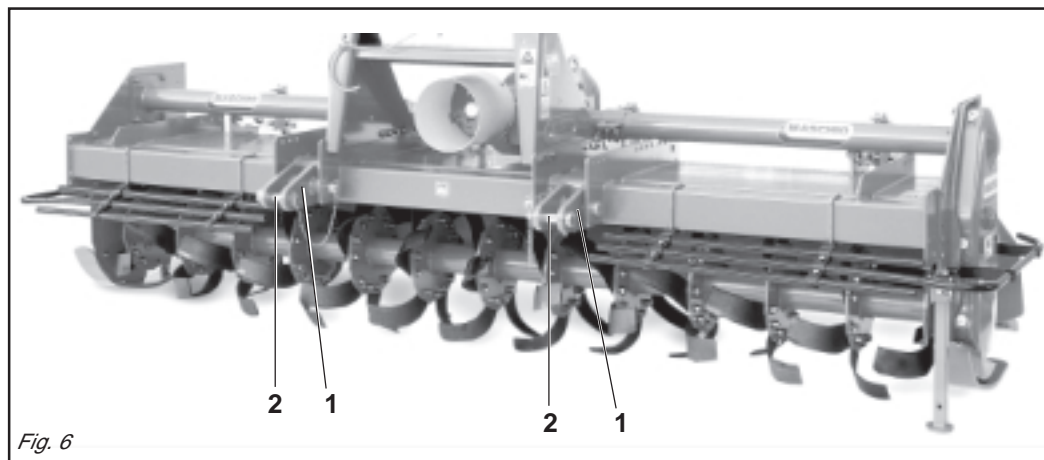

Fig. 6
In base alle dimensioni specifiche di questi 2 tipi di attacchi dei trattori è necessario determinare la posizione più favorevole della macchina spostando opportunamente sul tubo quadro le piastre (1 Fig. 6) e inserendo i perni (2 Fig. 6) nei fori corrispondenti al giusto diametro delle parallele del trattore.
Depending on the precise dimensions of these two types of hitches, find the best position for the machine by moving the plates (1 Fig. 6) along the square tubular and inserting the pin (2 Fig. 6) in the holes corresponding to the correct diameter for the tractor's parallel arms.
Der Anbau der Maschine am Schlepper erfolgt nur dann, wenn die Maschine am Boden steht, und zwar auf ebenem Gelände. Alle Maschinen können an jedem beliebigen Schlepper mit Universal-Dreipunktaufhängung der 2. und 3. Kategorie angebaut werden. Aufgrund der spezifischen Abmessungen dieser beiden Schlepperanschlüsse kann man die günstigste Position der Maschine festlegen, indem man die Platten (1 Abb. 6) auf dem Vierkantrrohr verschiebt und die Bolzen (2 Abb. 6) in die entsprechenden Bohrungen mit dem richtigen Durchmesser auf dem Schleppergestänge einsteckt.
En fonction des dimensions spécifiques de ces deux types d'attelages des tracteurs il faut déterminer la position la plus favorable de la machine en déplaçant, sur le tube carré, les plaques (1 Fig. 6) et introduire les axes (2 Fig. 6) dans les trous correspondant au bon diamètre des parallèles du tracteur.
La conexión de la máquina al tractor debe realizarse con la máquina adherente al suelo y en un terreno llano. Todas las máquinas pueden ser adaptadas a cualquier tractor dotado de enganche universal de tres puntos de 2ª y 3ª categoría. En relación a las dimensiones específicas de estos dos tipos de enganche de los tractores hace falta determinar la posición más favorable de la máquina desplazando oportunamente en el tubo cuadrado las placas (1 Fig. 6) e introduciendo los pernos (2 Fig. 6) en los orificios correspondientes al correcto diámetro de las paralelas del tractor.
Le piastre (1 Fig. 6) vanno montate sempre e solo come mostrato in Fig. 6 con i fori posizionati anteriormente al tubo quadro.
- 1 - Accostare le parallele del sollevatore ponendole all'interno delle piastre (1 Fig. 6), inserire il perno (2 Fig. 6) nel foro predisposto e bloccare con le copiglie a scatto.
The plates (1 Fig. 6) must always and only be mounted as shown in Fig. 6 with the holes towards the front of the square tubular.
- 1- *Near the lift bars, setting them in the most suitable plates (1 Fig. 6). Insert the pin (2 Fig. 6) into the relative hole and lock in place with the snap-in split pins.*
Die Platten (1 Abb. 6) dürfen nur und ausschließlich so montiert werden, wie es in Abb. 6 gezeigt ist, nämlich mit den Bohrungen, die vor dem Vierkantröhr angeordnet sind. Der Hersteller haftet nicht für die Beschädigung der Maschine oder des Schleppers infolge der Nichtbeachtung dieser Angabe.
- 1- Die Lenker des Krafthebers annähern und in die am besten geeigneten Platten schieben (1 Abb. 6). Den Bolzen (2 Abb.6) in das Loch stecken und mit dem einrastenden Splint blockieren.
Les plaques (1 Fig. 6) doivent obligatoirement être montées comme illustré dans la Fig. 6 en utilisant les trous placés à l'avant du tube carré. Le constructeur décline toute responsabilité pour les ruptures sur la machine ou sur le tracteur dérivant de l'inobservation de cette prescription.
- 1- *Approchez les barres du relevage en les plaçant à l'intérieur des plaques les plus appropriées (1 Fig. 6), introduisez l'axe (2 Fig. 6) dans le trou correspondant et bloquez par les goupilles à encastrement.*
Las placas (1 Fig. 6) deben ser montadas siempre y solamente según lo indicado en la Fig. 6 con los orificios posicionados delante del tubo cuadrado. La firma constructora no es responsable de rupturas en la máquina o en el tractor originadas por falta de respeto de esta indicación.
- 1- Acercar las barras del elevador poniéndolas dentro de las placas más indicadas (1 Fig. 6), introducir el perno (2 Fig. 6) en el orificio y bloquear con los pasadores de resorte.